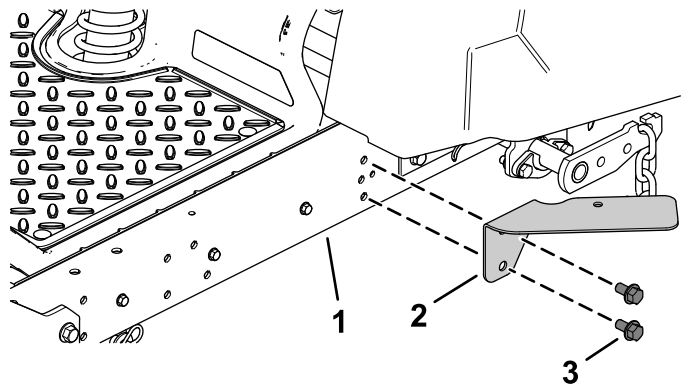

Bild 5
1. Befestigen Sie die seitliche Lampenhalterung mit zwei Blechschrauben an der Plattform, wie in Bild 5 abgebildet.